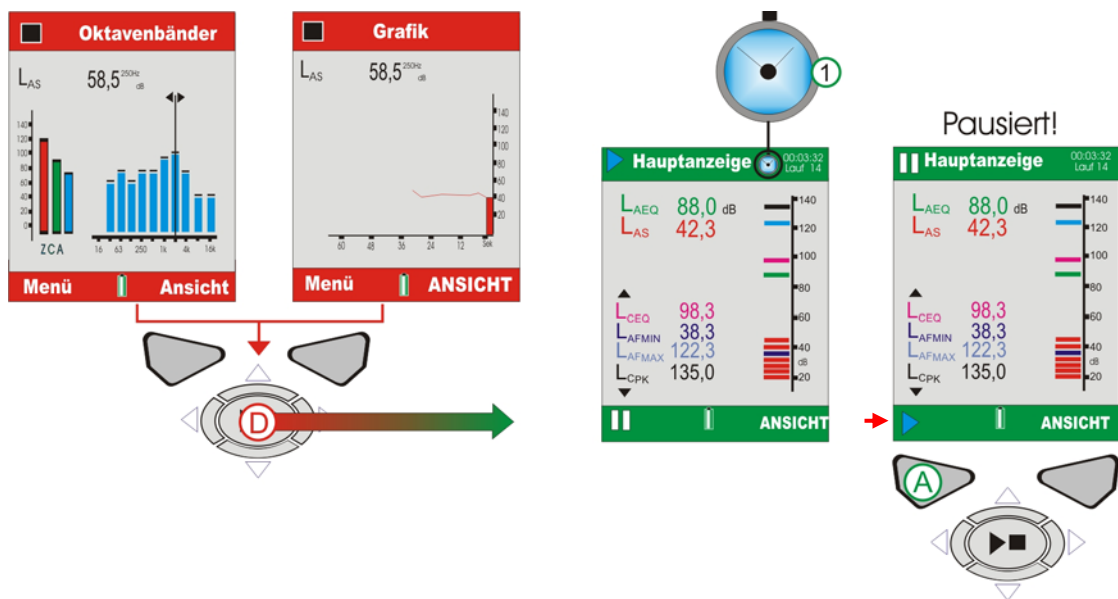

Abbildung 12 Messlaufanzeigen
J. MESSLAUF-ANZEIGEN (siehe Abbildung 12)